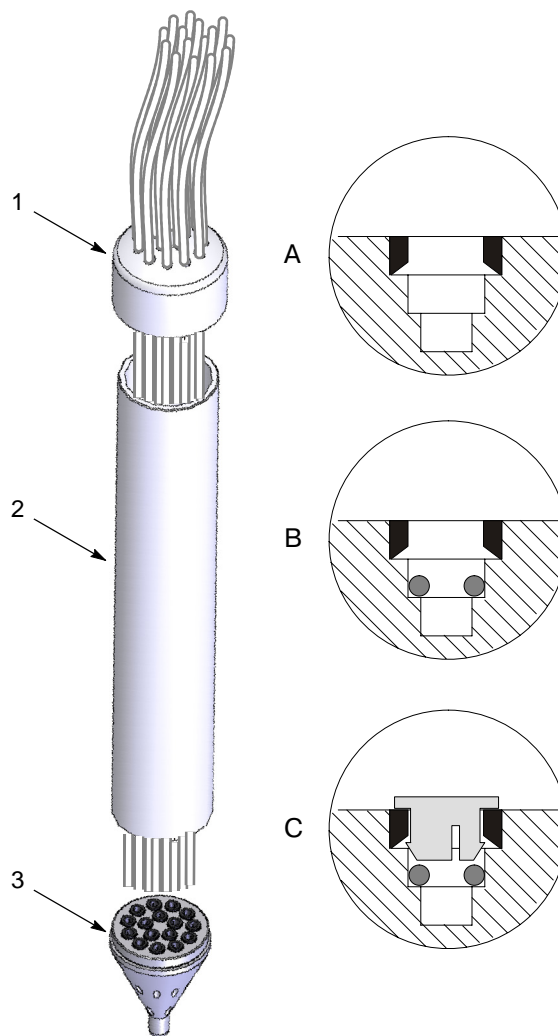

Рис. 2 Замена ниппеля порошкового шланга
1. См. рис. 2. Стянуть крышку (1) с корпуса (2). Сдвинуть крышку на несколько дюймов по установленным порошковым шлангам.
2. Отвернуть корпус от головки (3). Снять головку с корпуса, чтобы открыть доступ к ниппелям шлангов.
6. Смонтировать детали нового ниппеля, выполнив следующие операции и руководствуясь разрезами на рис. 2.